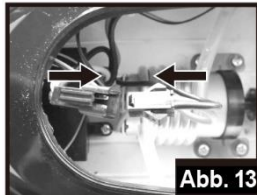

Abb. 13
13. Wiederanschießen des Motorkabels. (Abb.13)